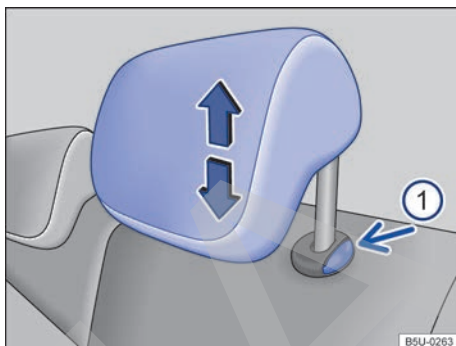

Fig. 47 Desmontar el apoyacabezas trasero.
- Presionar la tecla \Rightarrow fig. 47 (B) en el sentido de la flecha. Retirar el apoyacabezas con la tecla presionada.
- Empujar el apoyacabezas hacia abajo con la tecla \Rightarrow fig. 47 (B) presionada.